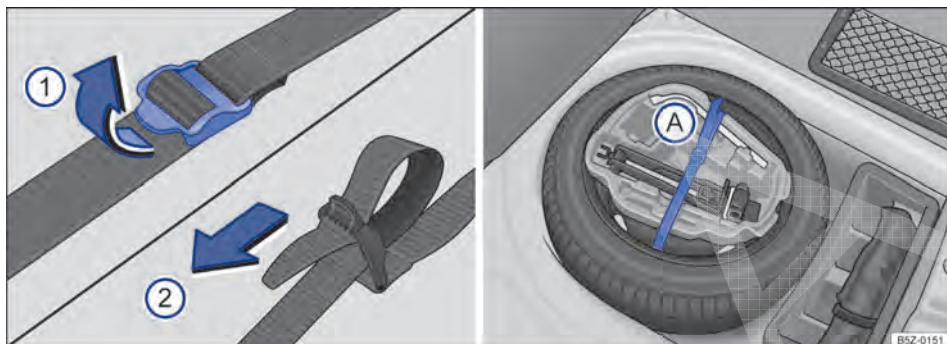

Fig. 157 No compartimento de bagagem: cinta de fixação da caixa de ferramentas e caixa de ferramentas de bordo.
- Para soltar a cinta de fixação → Fig. 157 (A), puxar a fivela no sentido da seta ①.